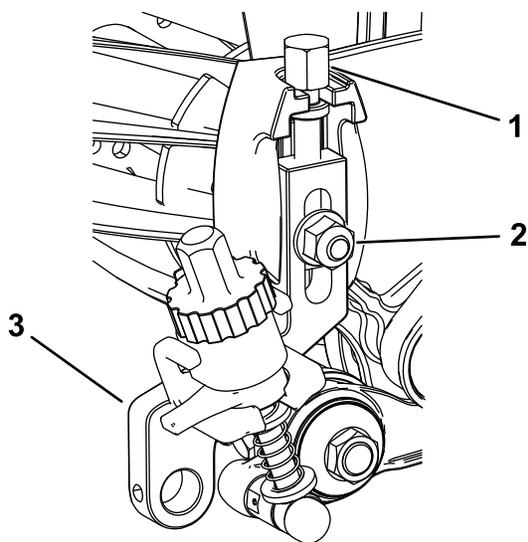

图 21
1. 将之前卸下的剪草高度调节螺丝旋入剪草高度组件的顶部图 21。
2. 用先前卸下的防松螺栓、螺母和专用垫圈将剪草高度组件安装到滚刀组侧板图 21。